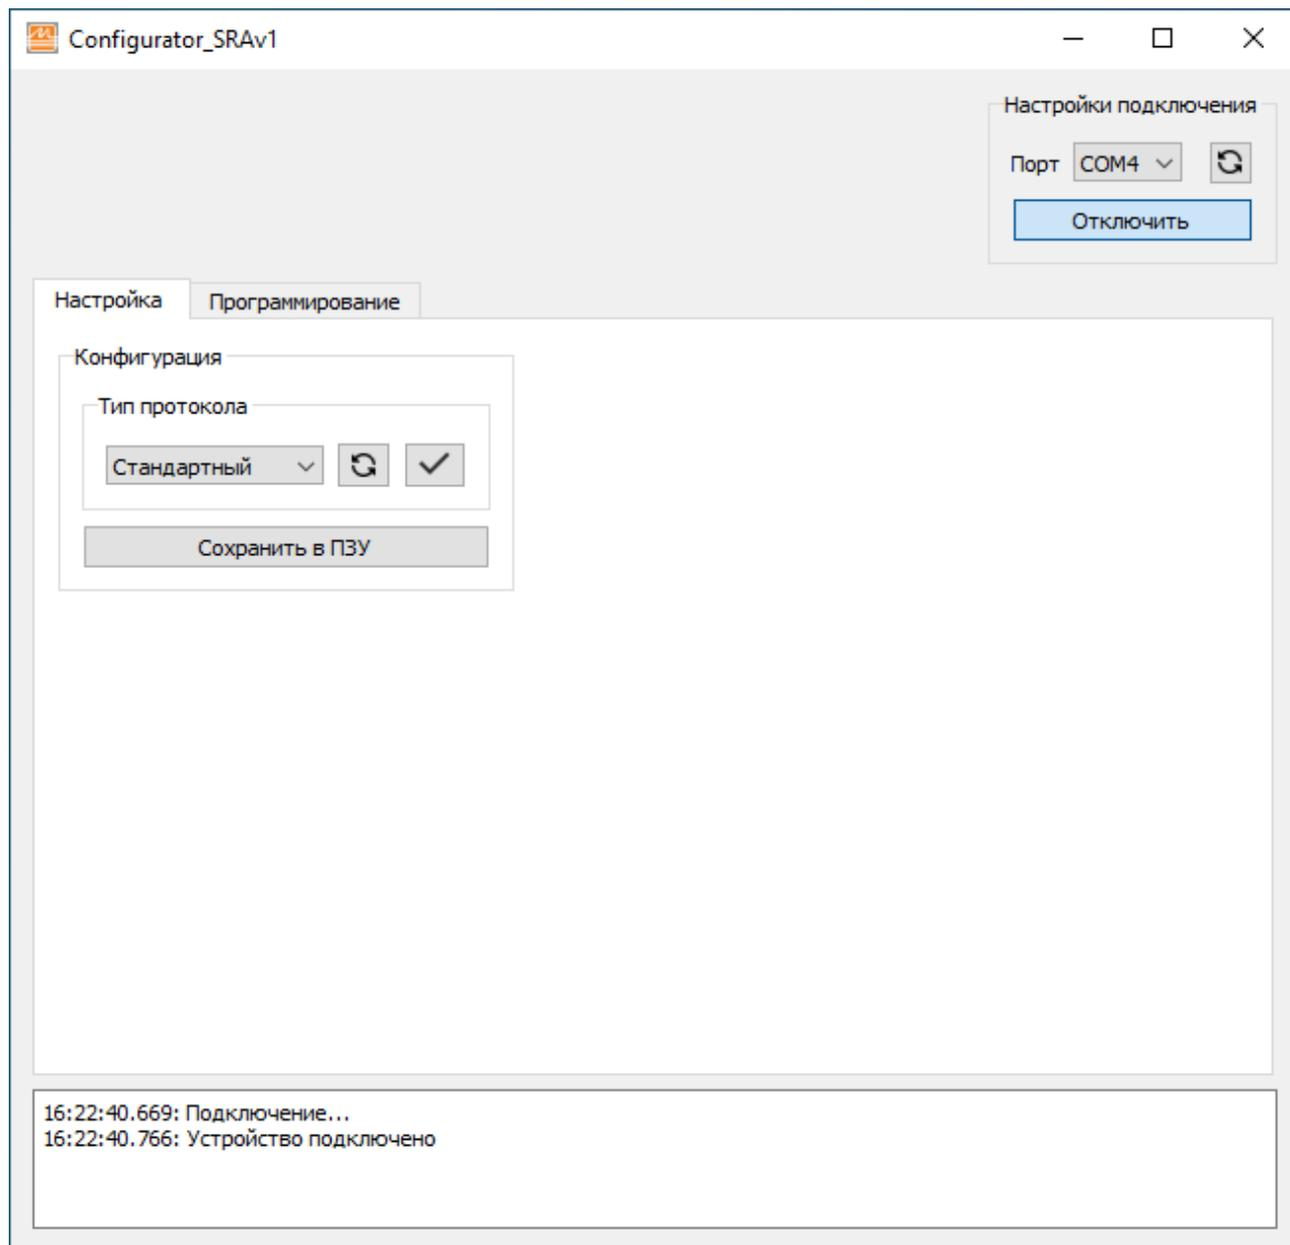

Рисунок 2.5 – Внешний вид окна программы Configurator_SRAv1
2.6.3 Запустите программу «Configurator_SRAv1» (рисунок 2.5).
2.6.7 Перейдите на вкладку «Настройка» (рисунок 2.5). Для чтения текущего типа протокола нажмите кнопку .
- запустите программу «Configurator_SRAv1» (рисунок 2.5);